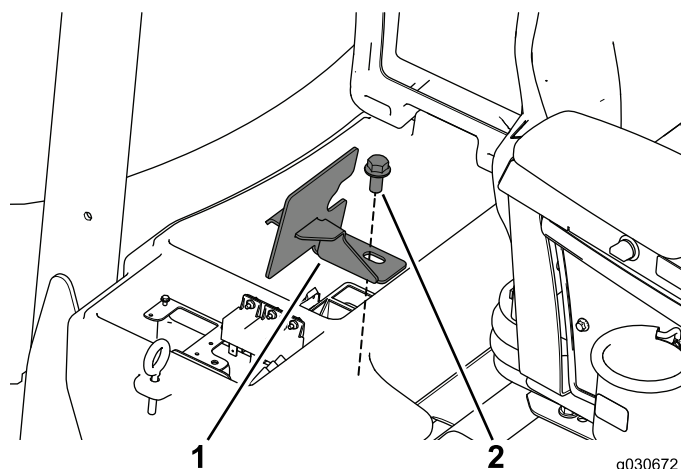

Figura 4
5. Rimuovete il bullone che fissa la fascetta del vano batteria e mettetelo da parte il bullone e la fascetta (Figura 4).